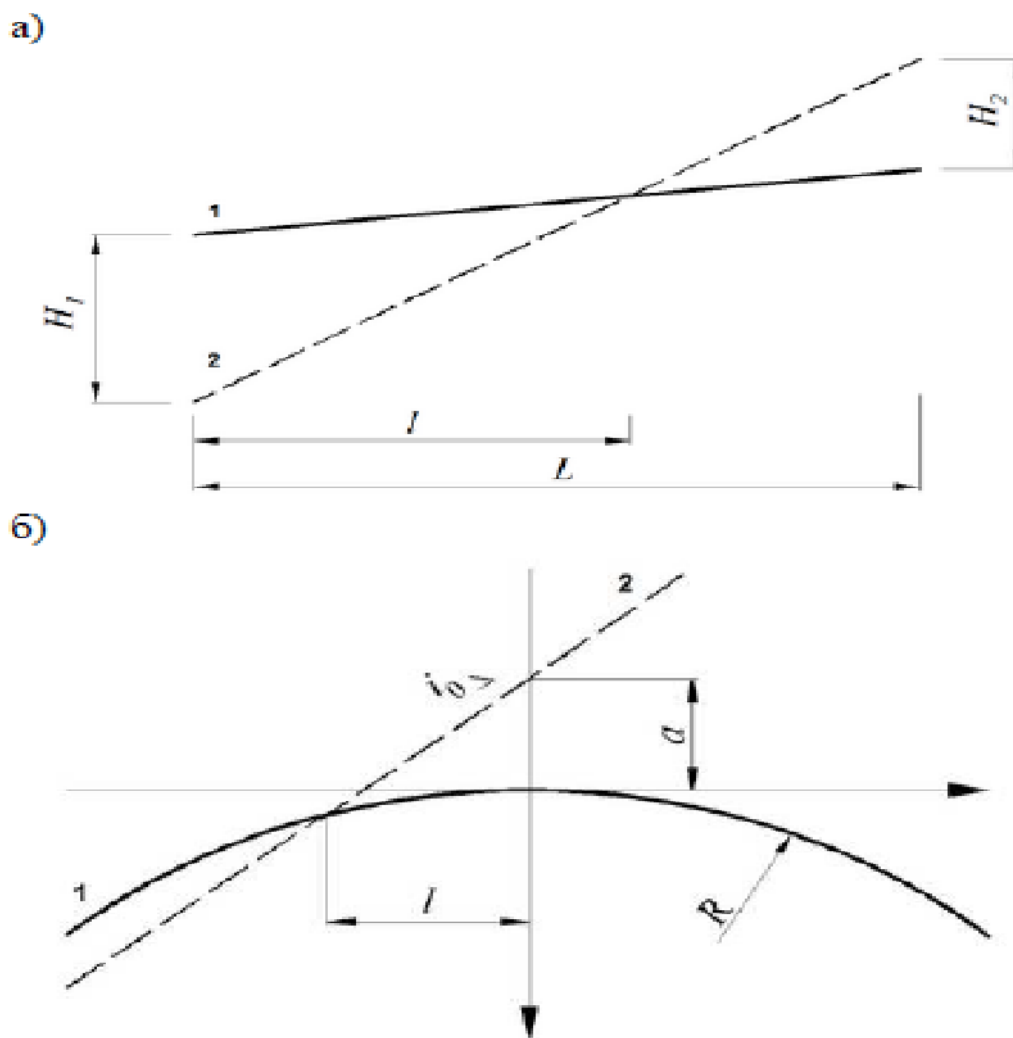

Рисунок 3 – Схемы для определения положения нулевых точек:
– рисунок 3 (схема а)
– рисунок 3 (схема б)